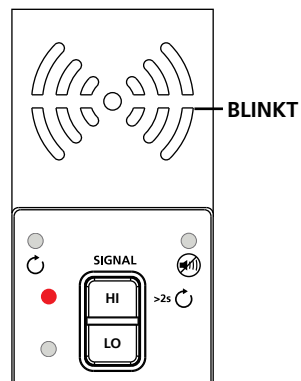

Abbildung 3.2b: Anzeige des
3. Wählen Sie durch Drücken von HI den Signalmodus Stark (HIGH/HI) für die meisten Anwendungen. Der Sender erscheint wie in Abbildung 3.2b. Die LED-Anzeige fängt kurz darauf an, zu blinken.